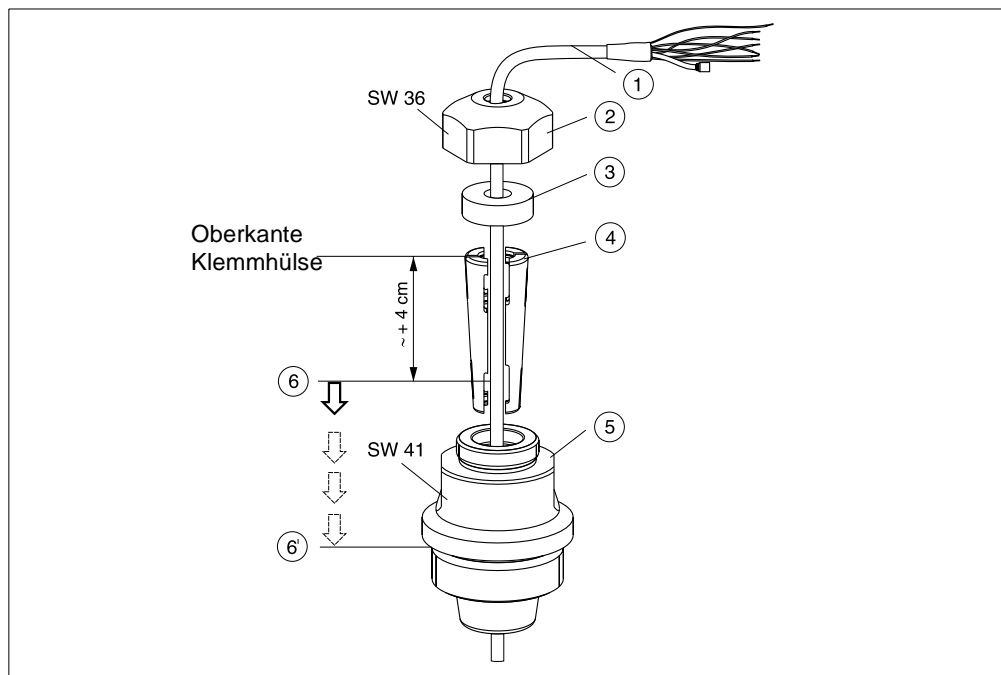

Abb. 5: Montage Pegelsonde LGC mit Tragkabel-Montageschraube, hier dargestellt mit Gewinde G1½
2. Klemmbacken hochschieben (Pos. 3). Tragkabel (Pos. 1) gemäß Abb. 5 zwischen die Klemmbacken legen.
5. Klemmhülse (Pos. 4) um das Tragkabel (Pos. 1) gemäß Abbildung 5 legen.